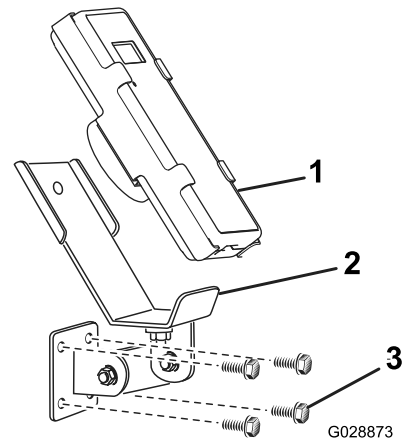
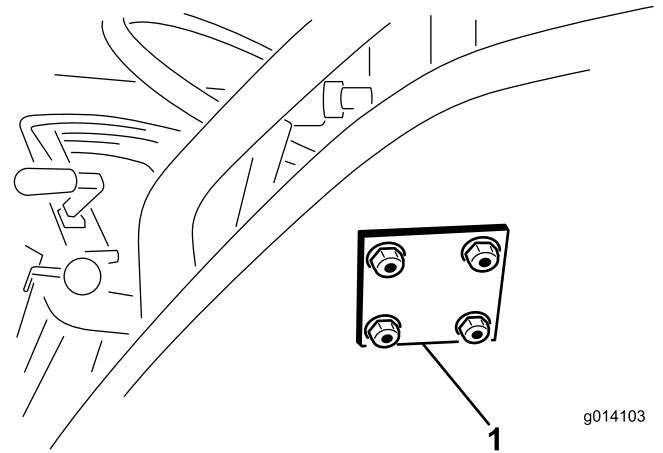

図 10
図 11
3. ブラケットとバックングプレートを取り付けるフランジヘッドボルト 5/16 x 1½" 4 本とフランジロックナットを使用する 図 10 と 図 11。